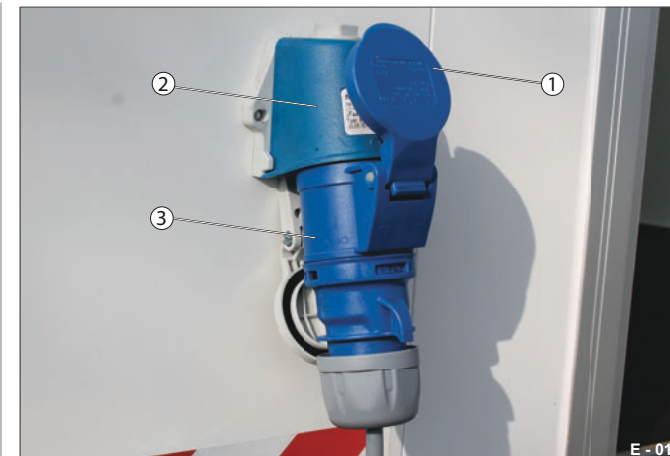

Abb. 13 Adapterleitung eingesteckt
- ▶ Öffnen Sie den Deckel des Netzanschlusses (Abb. 13/2).
- ▶ Stecken Sie den Netzstecker (Abb. 13/3) an den Netzanschluss ein.
- ▶ Der Deckel (Abb. 13/1) des Netzsteckers hakt sich oben ein.